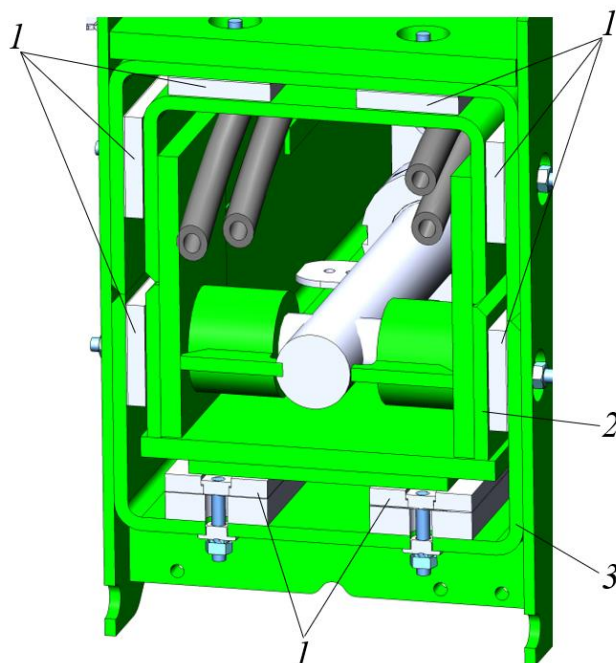

Рисунок 5.81 Проверка зазора
- ▶ Допустимый зазор между секциями стрелы сверху не более 2 мм, рис. 5.81.
- Согласно выполненным измерениям определите место, где необходимо произвести регулировку, рис. 5.81.